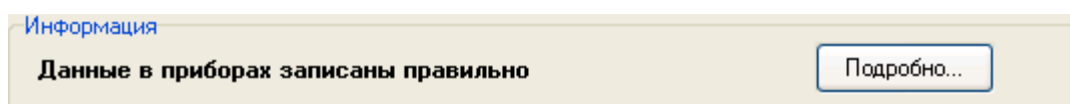

Рисунок 6-908 Сообщение о данных идентификатора, для которого информация в БД соответствует хранимой в приборах конфигурации
- Для тех идентификаторов, для которых настройки базы данных АРМ «Орион Про» соответствуют хранимой в приборах конфигурации, отображается пометка «данные в приборах записаны правильно» (см. Рисунок 6-908), а в списке паролей данные идентификаторы остаются отображенными черным цветом. В этом случае синхронизация идентификатора не требуется.